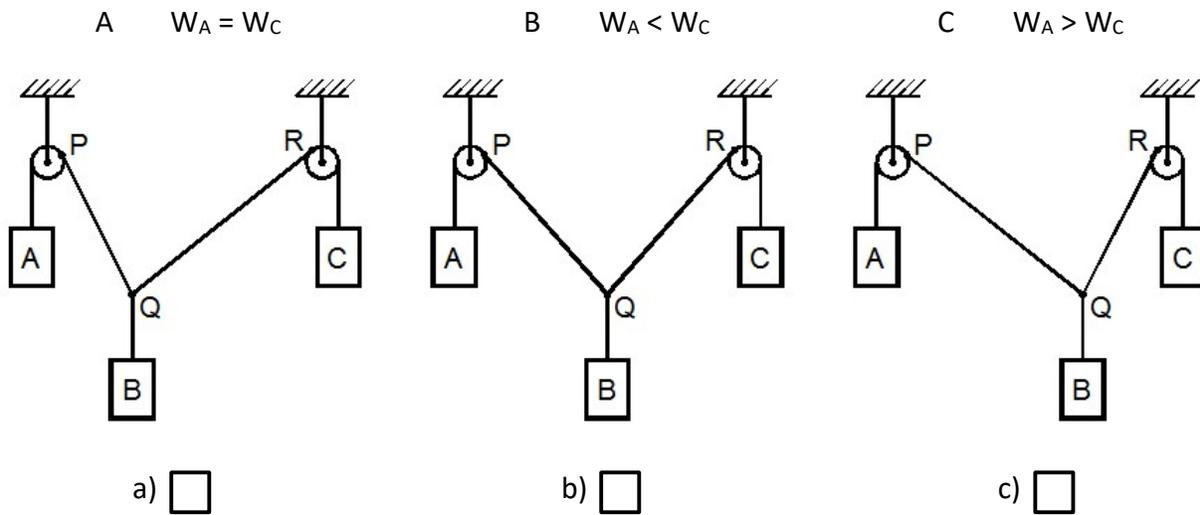

Figura 9 Configuraciones de equilibrio de tres cuerpos.
- 1 Suponga que se tienen las tres posibles configuraciones que se muestran en la Figura 9. Escriba en los cuadros debajo de la figura la letra que coincida con la relación entre los pesos a la que corresponde cada configuración.